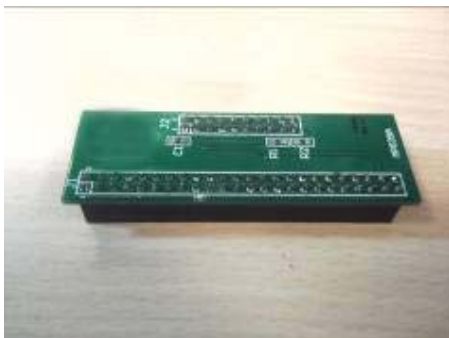
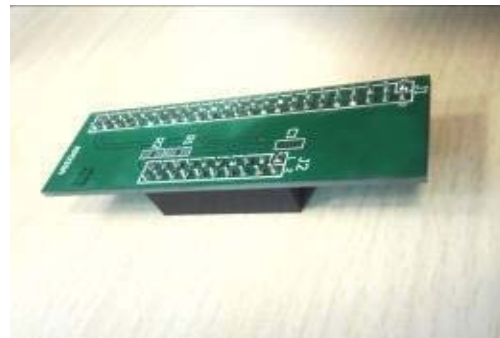

图 2
图 3
- 2、180 度的母座必须焊接在 MP 转接板的背面。请参考图 2 和图 3。